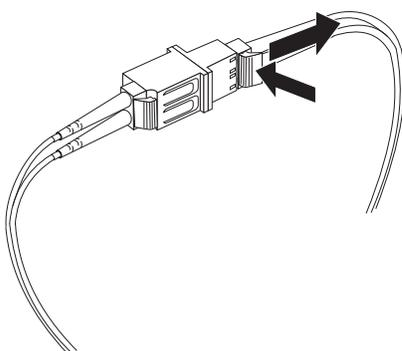

Figure 28. Déconnexion d'un câble Fibre Channel LC-LC d'un câble adaptateur Fibre Channel LC-SC
2. Tirez délicatement sur le connecteur pour le retirer. Veillez à tirer sur le connecteur et non sur le câble lorsque vous déconnectez le câble LC-LC du câble adaptateur LC-SC, comme illustré dans la figure 28.